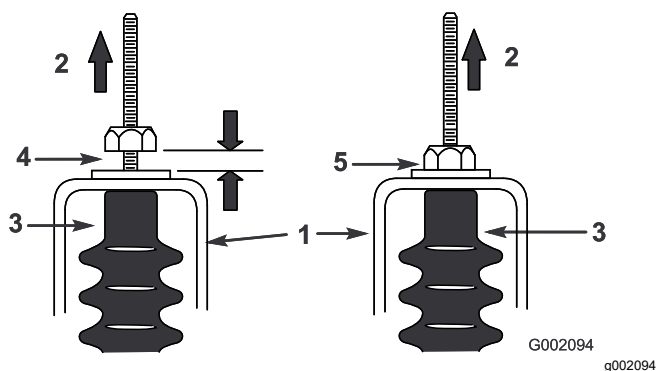

Figura 53
5. Tire hacia arriba de cada cable de cambio y asegúrese de que hay una distancia de 0,76–1,52 mm entre la tuerca/arandela y la pletina de punto muerto (Figura 53).